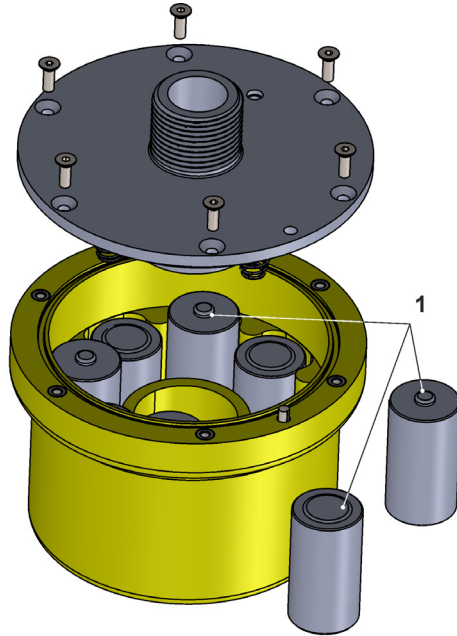

Abb. 37-1 Batterietausch
3. Batterien (Abb. 37-1 Pos. 1) herausnehmen.